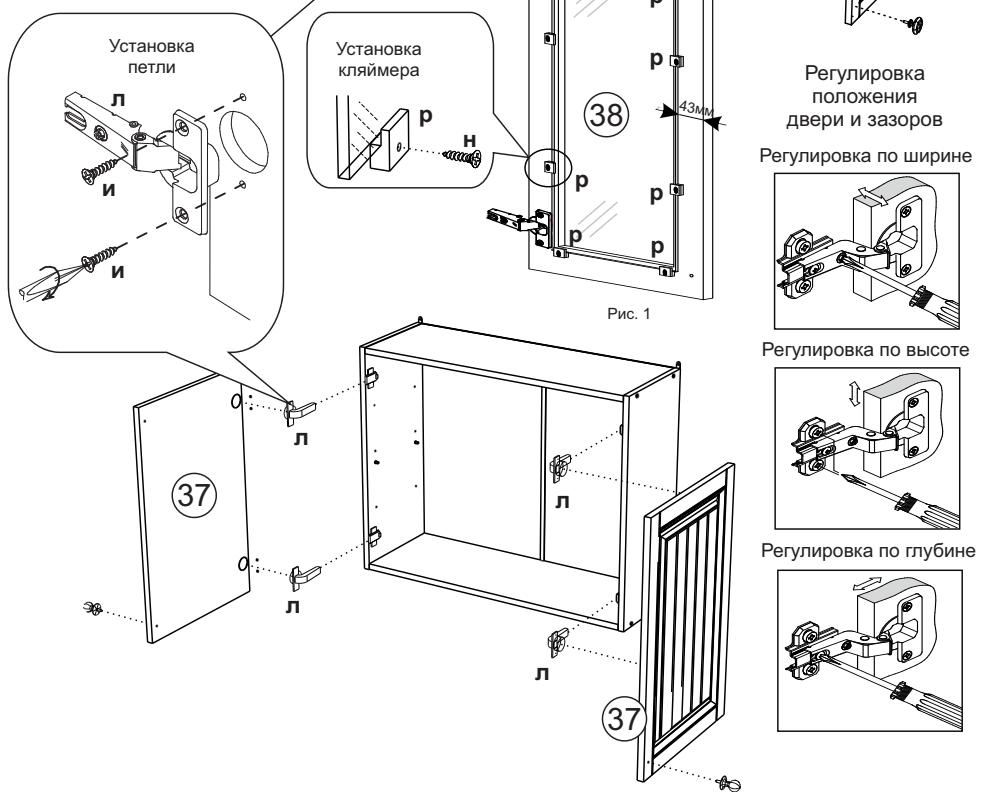

Рис. 1
1. Для облегчения процесса сборки, перед ее началом, необходимо предварительно установить на боковины (19) и перегородку (20) ответные планки петель (м) шурупами 4x16 (и).
2. Производим сборку корпуса. Для сборки секции 1200 мм перегородку (20) установить между вязками (24) и зафиксировать. После этого боковины (19) соединить с вязками (24) и скрепить. Все детали корпуса фиксируются евровинтом (е).
3. Для сборки секции 800 мм боковины (19) соединить с вязками (23) и скрепить евровинтом (е).
5. В секцию 1200 мм укладываем ДВП (30) в больший проем секции, используя соединительный брус в месте стыка, а ДВП (26) в меньший проем. Закрепляем ДВП гвоздями (г). В месте крепления ДВП (26) к перегородке (20) дополнительно использовать пластмассовую шайбу (у). В секцию 800 мм уложить ДВП (27) и закрепить гвоздями (г), используя соединительный брус в месте стыка.
9. На фасады под стекло (31) приложить стекло (38), отступив от края фасада (как показано на рис. 1), установить кляймеры (р) и зафиксировать шурупами 3x16 (н).